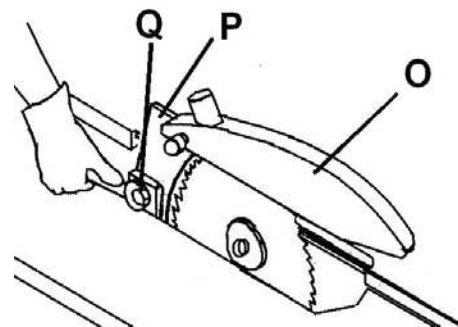

Рис. 21
- Расклинивающий нож (P, рисунок 21) может быть отрегулирован как в вертикальном, так и в горизонтальном положении.
- Использование защиты пильного диска (рисунок 21, O) обязательно. Закрепите защитный кожух пильного диска на расклинивающем ноже (P).